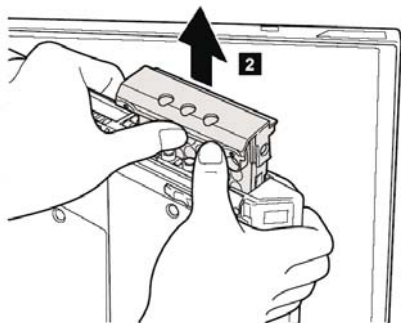

图 6-10 硬盘的拆卸方法（二）
2) 然后用双手的大拇指顶住硬盘连在一起的塑料盖，移出硬盘，如图 6-10 所示。